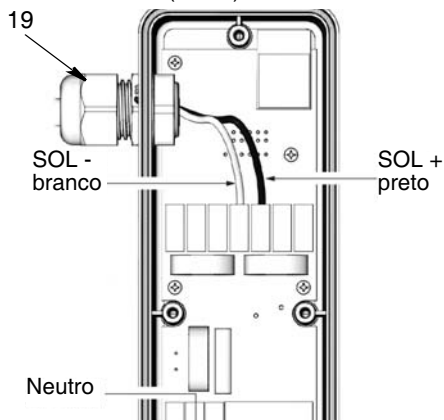

FIG. 8
11. Dentro do gabinete do PAC (2), conecte o fio neutro (branco) ao SOL - (branco) e o fio da linha (preto) ao SOL + (preto) no bloco do terminal (FIG. 8).